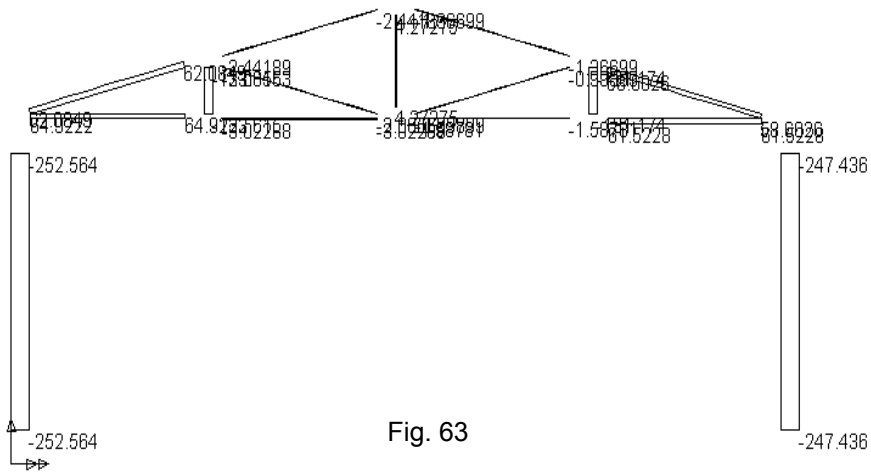
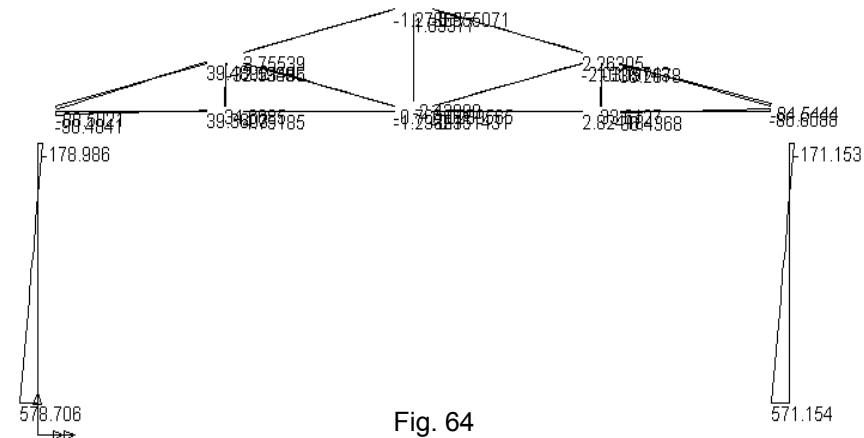

Fig. 63
Fig. 64
- similar se procedează pentru celelalte diagrame de eforturi din cazul activ de încărcare (cazul 2) (**T**- fig. 63; **M** - fig. 64) sau din alte cazuri de încărcare și combinații ale acestora